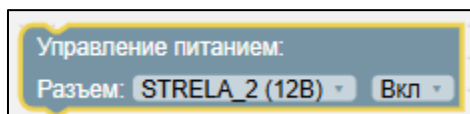
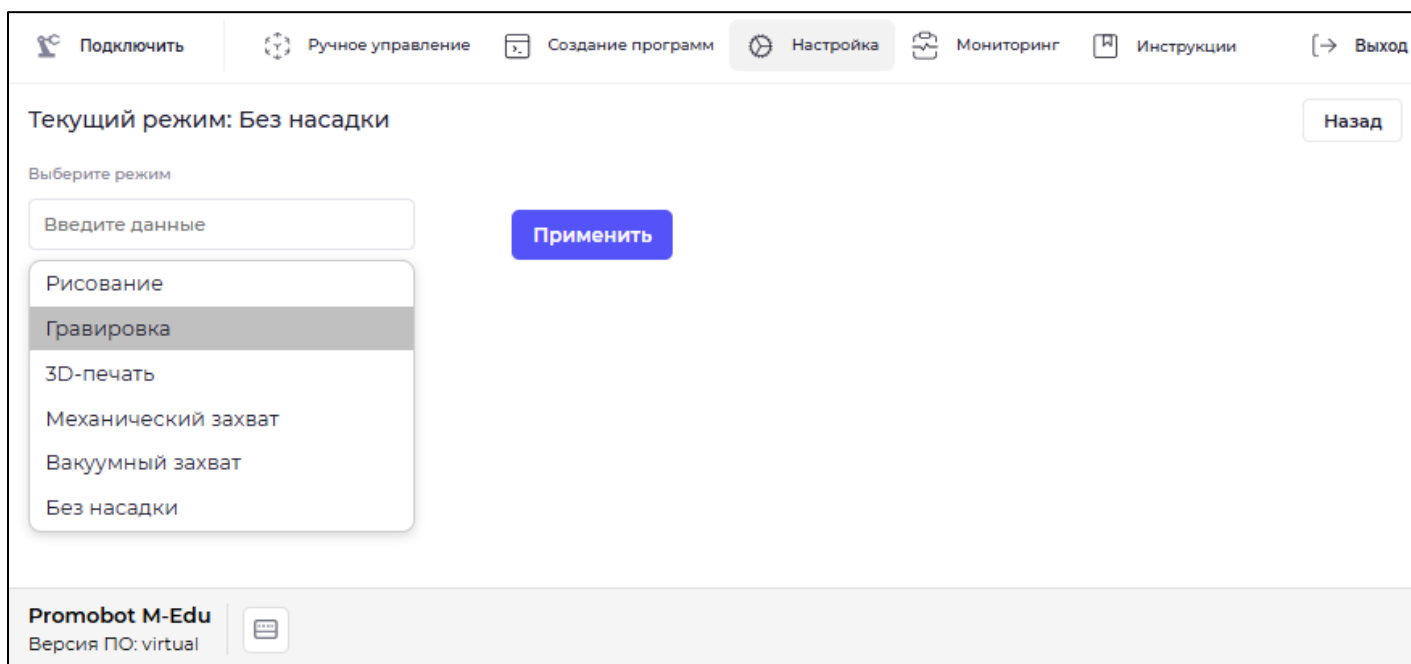

Рисунок 65 – Блок «Управление питанием»
Рисунок 72 – Раздел «Инструмент»
2. Блок «Управление питанием» (см. Рисунок 65) – отвечает за подачу или отключение электропитания на внешние разъемы M Edu. Используется для энергосбережения или перезагрузки подключенных устройств. Управляет подачей напряжения питания на указанный разъем. Блок доступен только в режиме «Без насадки» (см. Рисунок 72).
3. Блоки настройки и запуска ШИМ – широтно-импульсная модуляция (ШИМ) используется для управления сервоприводами, регуляторами оборотов двигателей, яркостью светодиодов. Работа с ШИМ в Blockly разделена на два этапа: конфигурацию и запуск. Блоки доступны только в режиме «Без насадки» (см. Рисунок 72).
2. Раздел «Инструмент» (см. Рисунок 72).
Для управления в режиме «Рисование» нажмите кнопку «Настройка» на главной панели вкладок, в поле «Выберите режим» установите значение «Рисование» (см. Рисунок 72) и нажмите кнопку «Применить».
Для управления в режиме «Гравировка» нажмите кнопку «Настройка» на главной панели вкладок, в поле «Выберите режим» установите значение «Гравировка» (см. Рисунок 72) и нажмите кнопку «Применить».
Для управления в режиме «3D-печать» нажмите кнопку «Настройка» на главной панели вкладок, в поле «Выберите режим» установите значение «3D-печати» (см. Рисунок 72) и нажмите кнопку «Применить».